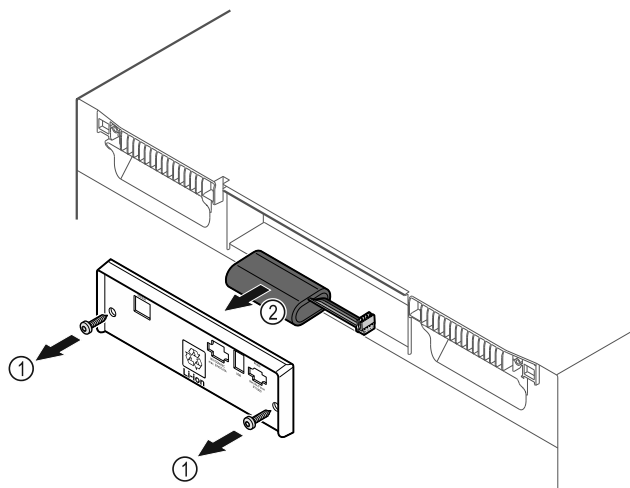

Fig. 185
- ▶ Wykręcić śruby i usunąć osłonę z tyłu urządzenia Fig. 185 (1).
- ▶ Odczepić i wyjąć baterię Fig. 185 (2).